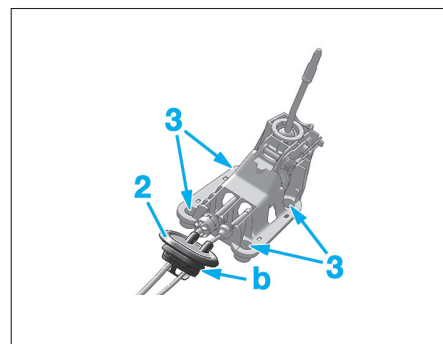

Fig. 10
- À l'aide de l'outil [1], désaccoupler les 2 rotules (1).
- Déclipper l'entretoise de maintien des câbles de commande en "b" (Fig.10).